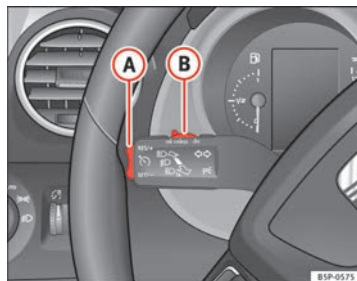

Fig. 150 Palanca de intermitentes y de luz de carretera: mando y tecla basculante para el regulador de velocidad
- Cuando se haya alcanzado la velocidad que se quiere programar, pulse brevemente la parte inferior de la tecla basculante **SET/-** ⇒ fig. 150 **(A)** una vez.